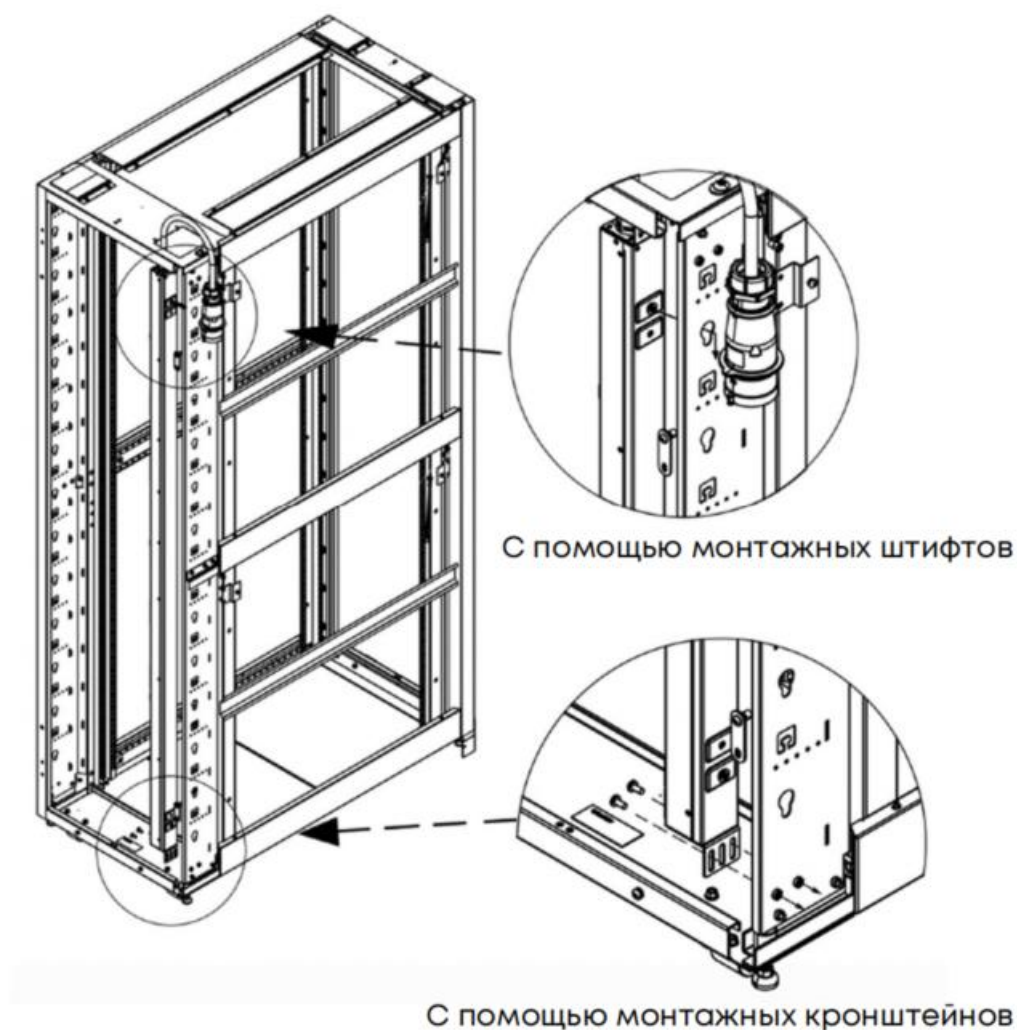

РИСУНОК 3 – ВАРИАНТЫ ВЕРТИКАЛЬНОЙ УСТАНОВКИ
- 3) Вставьте и закрутите винты с круглой головкой M6*12 в отверстия монтажного кронштейна, чтобы надёжно закрепить PDU в нужном положении в телекоммуникационном шкафу (рис.3).
- 1) Вставьте оба монтажных штифта в пазы, расположенные на задней части стойки (рис.3).